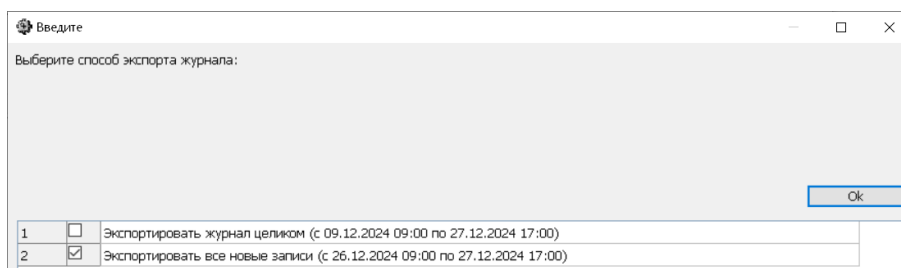

Рисунок 8 – Вывод журнала в .csv.
5.5.2. Чтобы вывести журнал в формате .csv, нажмите на кнопку «Вывод журнала в .csv» (Рисунок 1). Появится окно, вид которого показан на рисунке (Рисунок 8). Некоторые опции могут быть недоступны (будут отображаться прочерки). Выберите одну.